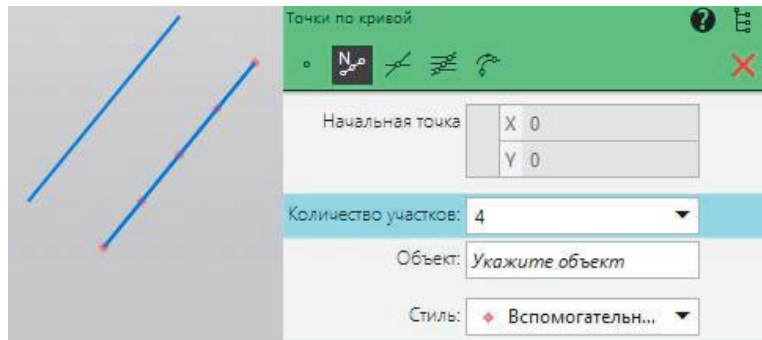

Рисунок 1.41 – Точки по кривой
**6.1 Точка по кривой.** Точка по кривой позволяет создать набор точек на уже готовом объекте эскиза. На выбранном объекте можно настроить количество «точек» и задать начальную точку отсчета (рисунок 1.41).